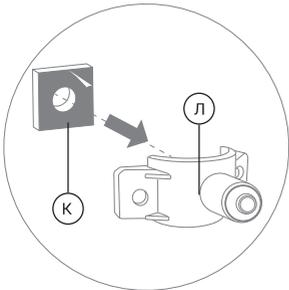

Рис. 12
2. Снимите с уплотнительной прокладки (К) защитную пленку. Приклейте прокладку с внутренней стороны хомута (Л), одновременно совмещая отверстие в прокладке с выходным отверстием в хомуте (рис. 12).